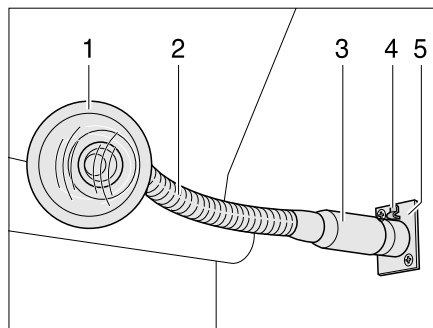

Bild 76 Steckdose mit eingesteckter Leuchte
Steckleuchte abnehmen: ■ Steckleuchte am Fuß (Bild 76,3) fassen.
■ Entriegelungsknopf (Bild 76,4) drücken.
■ Steckleuchte (Bild 76,1) aus der Steckdose (Bild 76,5) ziehen.
- Steckleuchte am "Schwanenhals" (Bild 76,2) (sofern vorhanden) oder am Gehäuse fassen und schwenken.